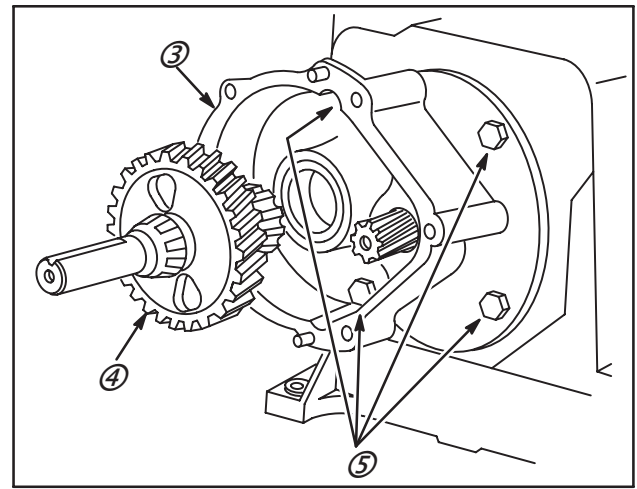

Fig. 41
Enlever le réducteur (3) et l'arbre d'entraînement (4) du moteur, Fig. 41.